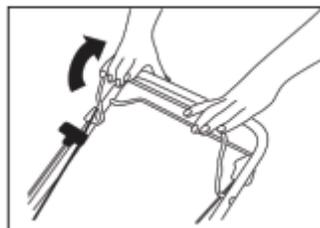

Рис.4
- Нажмите и удерживайте рычаг останова двигателя (см. Рис.4)